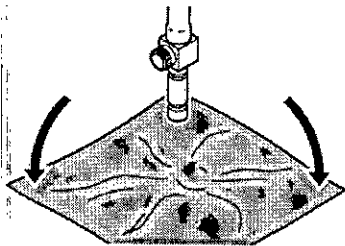

Figura 1: Desenvuelva el conector de manguera
1. Si se utilizó una toalla quirúrgica Huck para envolver el conector de manguera antes de proceder a la esterilización, dirija el extremo del conector hacia abajo y retire la toalla del conector (figura 1). Utilice un paño desechable para limpiar cualquier exceso de fluido del conector.